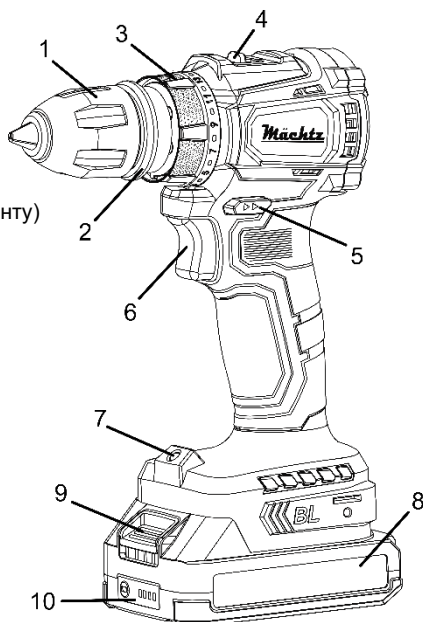
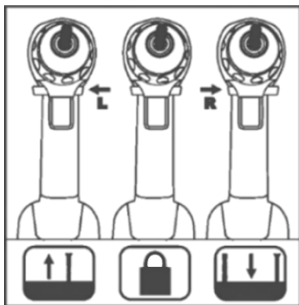
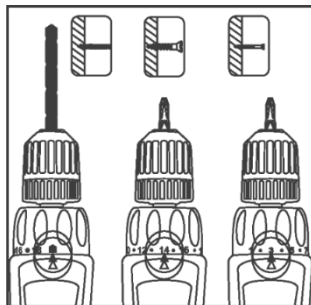

Рисунок 1
Рисунок 2
Рисунок 3
- щоб увімкнути виріб, натисніть на пускову кнопку (6, рисунок 1) з необхідним зусиллям;
4.3.1 Біта-викрутка з шестигранним тілом розміром 1/4 дюйма може бути встановлена як у швидкозатискний патрон (1, рисунок 1), так і безпосередньо в шестиграний посадковий отвір шпинделя, якщо патрон знятий, причому шурупверт стає більш компактним і зручним для робіт у важкодоступних місцях.
- посуňte кільце фіксації патрона (2, рисунок 1) у бік його передньої частини й одночасно потягніть сам патрон, щоб зняти його зі шпинделя;
- при встановленні патрона обов'язково простежте, щоб кільце фіксації (2, рисунок 1) як слід замкнулося, надійно зафіксувавши патрон на шпинделі шурупверта.
4.3.2 Перемістіть повзунок механічного перемикача (4, рисунок 1) до упору в положення «1» для вибору швидкісного діапазону 0-450 об/хв.
4.3.3 Виберіть необхідний напрямок обертання шпинделя залежно від характеру виконуваної операції, перемістивши перемикач реверсу (5, рисунок 1) в потрібне положення натисканням до упору кнопки з відповідним символом з правого або лівого боку корпусу виробу (дивіться рисунок 2).
4.3.4 Встановіть необхідний крутний момент, сумістивши вибране значення на кільці регулятора крутного моменту (3, рисунок 1) зі стрілкою на верхній частині корпусу шурупверта (дивіться рисунок 3).
4.4.1 Встановіть свердло необхідного діаметра у швидкозатискний патрон (1, рисунок 1). Для цього:
У разі, якщо патрон зі встановленим свердлом знятий зі шпинделя, встановіть його на місце (біту зі шпинделя можна не виймати). При цьому обов'язково простежте, щоб кільце фіксації (2, рисунок 1) як слід замкнулося, надійно зафіксувавши патрон на шпинделі шурупверта.
4.4.2 Перемістіть повзунок механічного перемикача (4, рисунок 1) до упору в положення «2» для вибору швидкісного діапазону 0-1500 об/хв.
4.4.3 Виберіть правильний напрямок обертання шпинделя для операції свердління, перемістивши перемикач реверсу (5, рисунок 1) в потрібне положення натисканням до упору кнопки з відповідним символом з правого боку корпусу виробу (дивіться рисунок 2).
4.4.4 Встановіть максимальний крутний момент без прослизання торсіонної муфти (без спрацьовування «тріскачки»), сумістивши значок «свердло» на кільці регулятора крутного моменту (3, рисунок 1) зі стрілкою на верхній частині корпусу шурупверта (дивіться рисунок 3).